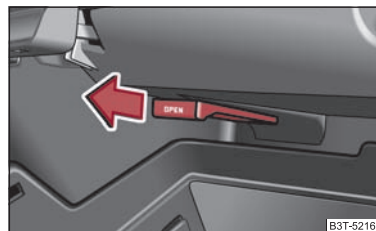

Fig. 104 Compartimento guarda-
- La alimentación de aire se abre tirando de la palanca en sentido de la flecha ⇒ fig. 104.